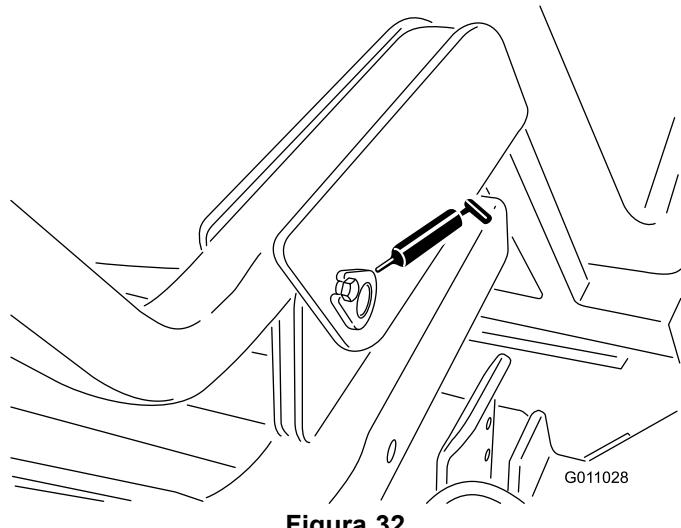

Figura 32
- Articulação do dispositivo de recolha (inferior) (2) (Figura 32).